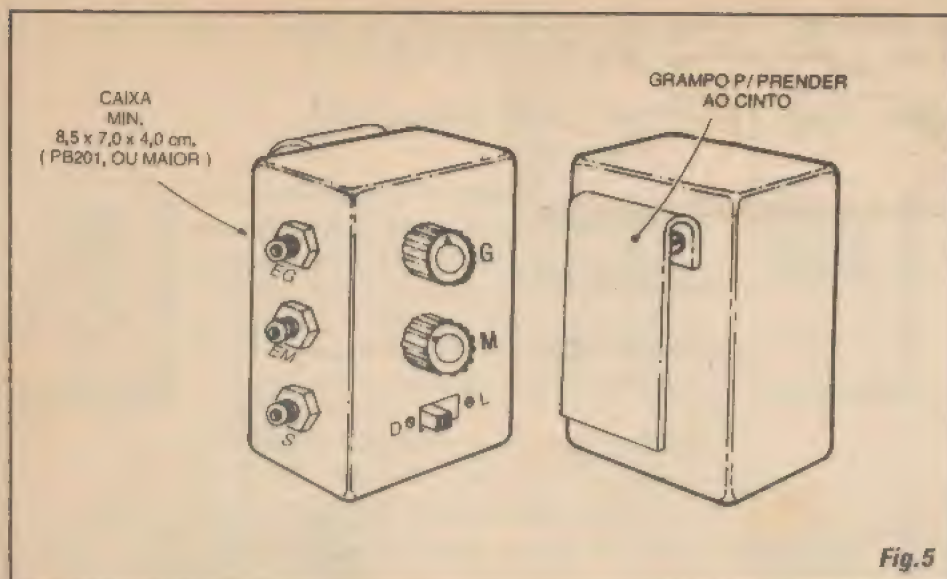

Fig.5
- FIG. 5 - CAIXA E ACABAMENTO...